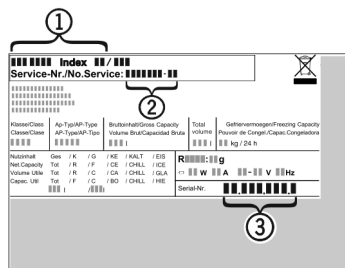

Fig. 10
- ▶ Apparaataanduiding Fig. 10 (1), servicenr. Fig. 10 (2) en serienr. Fig. 10 (3) van het typeplaatje aflezen. Het typeplaatje bevindt zich aan de linkerkant binnen in het apparaat.
- ▶ Contact opnemen met de Technische Dienst en het probleem, apparaataanduiding Fig. 10 (1), servicenr. Fig. 10 (2) en serienr. Fig. 10 (3) mededelen.